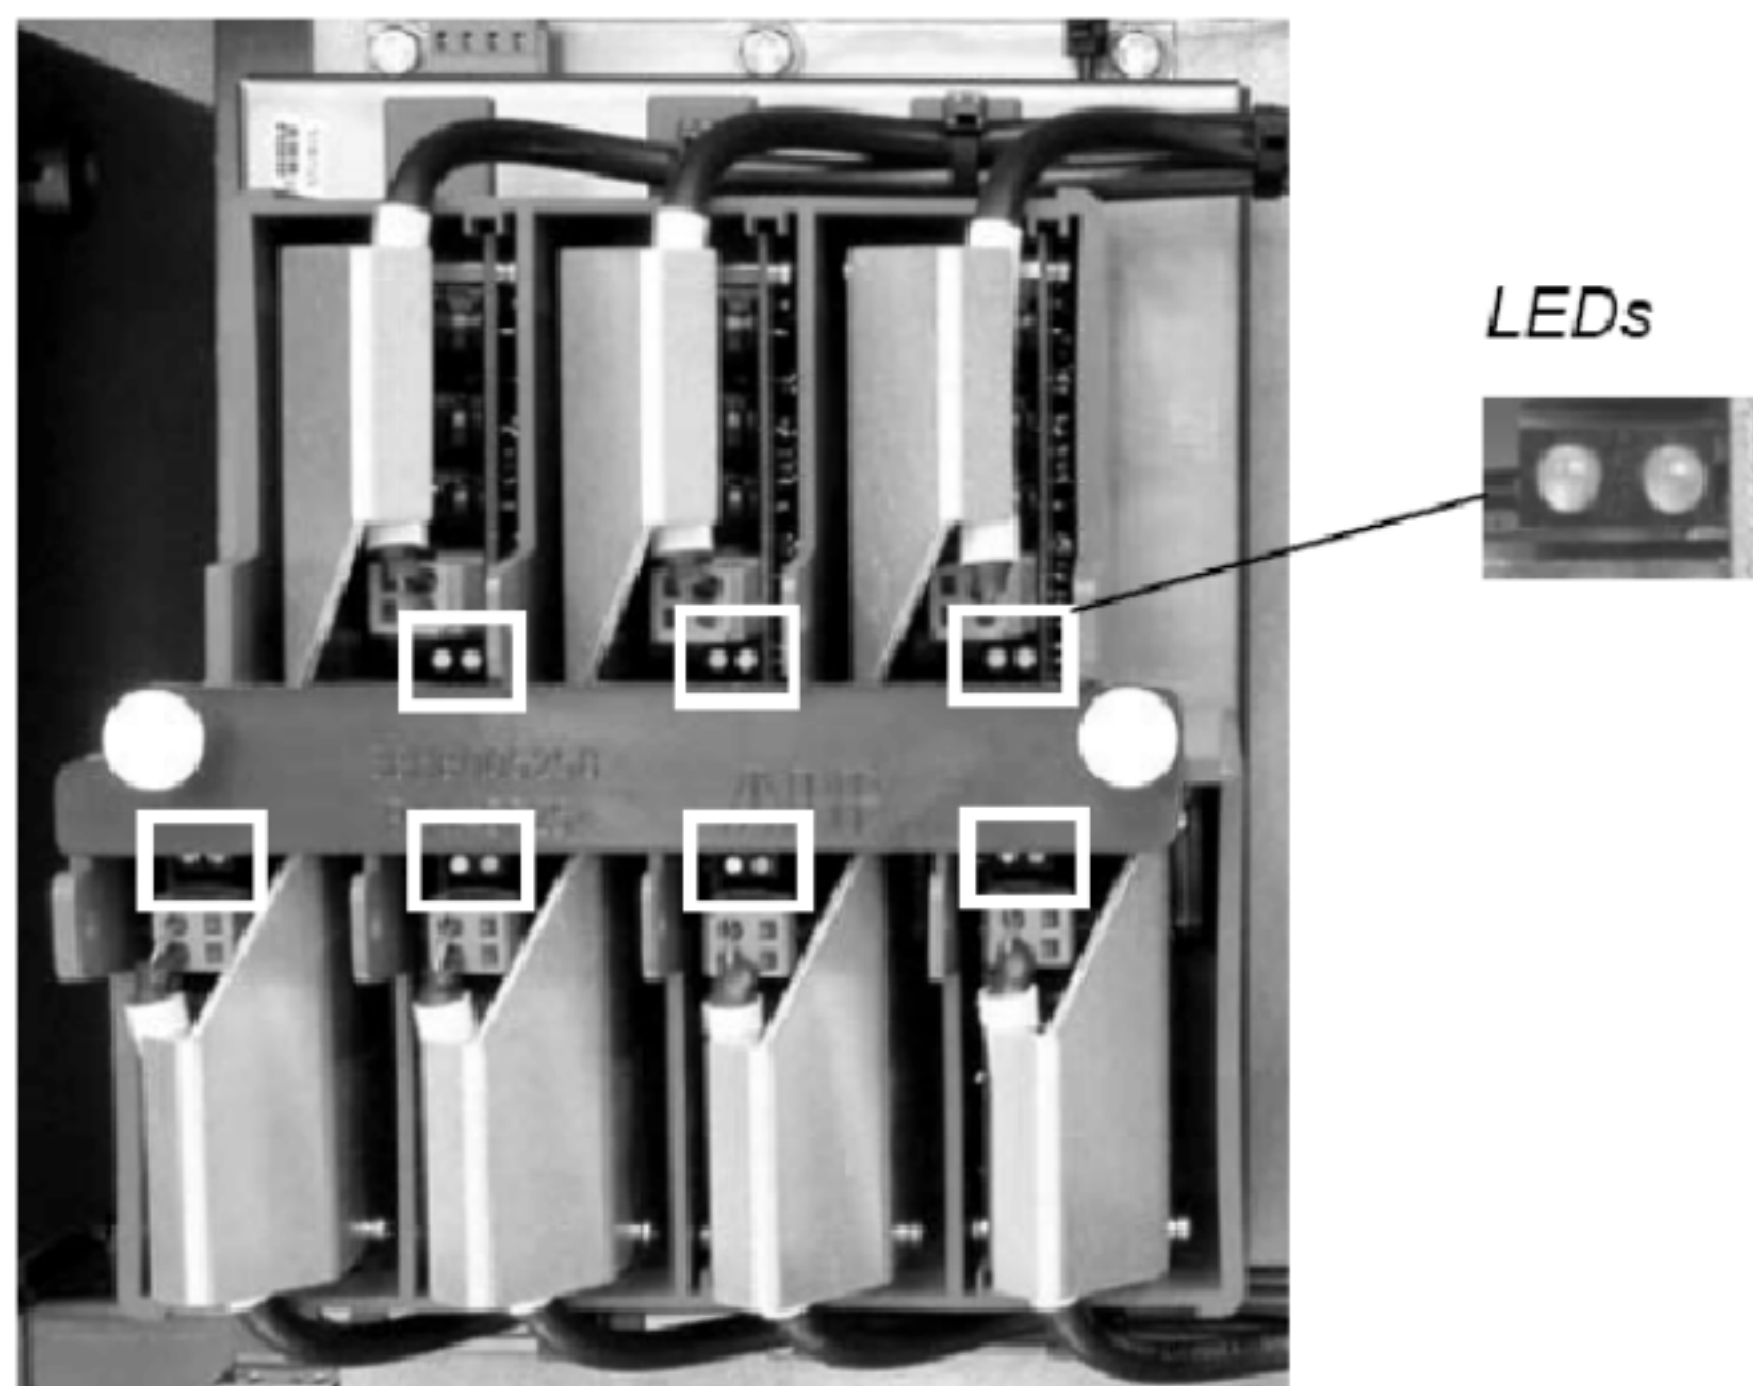

图 3.1 GUSP 单元
- 3 检查 GUSP 中所有 LED 灯的状态（如图 3.1）